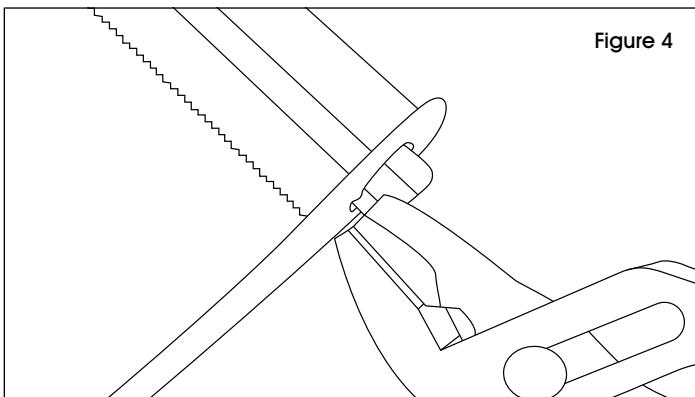

Figure 4
1. Orientation of the blade will need to be reversed to properly dispense and tear. To reverse blade, use pliers to bend one of the tabs on the end of the blade. (See Figure 4)
1. L'orientation de la lame devra être inversée pour distribuer et déchirer correctement. Pour inverser la lame, utilisez une pince pour courber l'une des languettes à l'extrémité de la lame. (Voir figure 4)